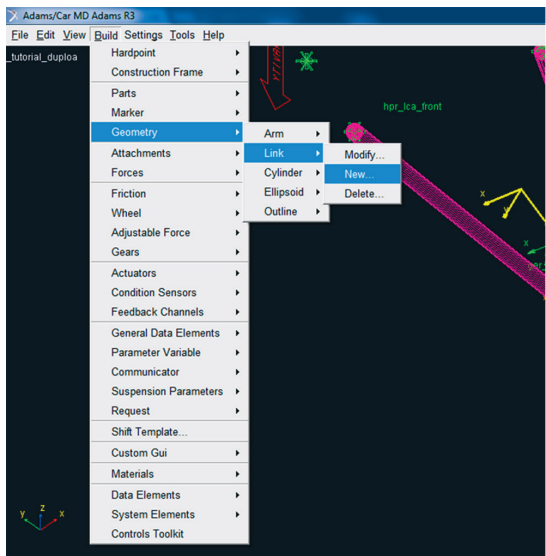

Figura 5.35 – Criação do *Link* para fixação do amortecedor na bandeja inferior da suspensão.
- Para a criação deste *Link*, acesse o menu *Build* → *Geometry* → *New* (Figura 5.35).